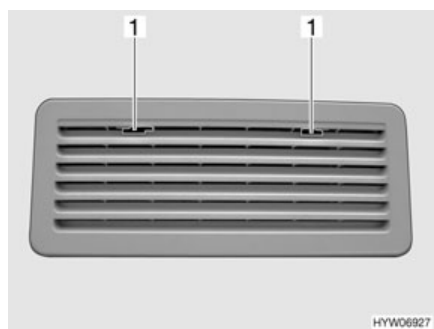

Fig. 210 Grille d'aération du réfrigérateur (Thetford)
- Pousser le dispositif de blocage (Fig. 210,1) vers le milieu.